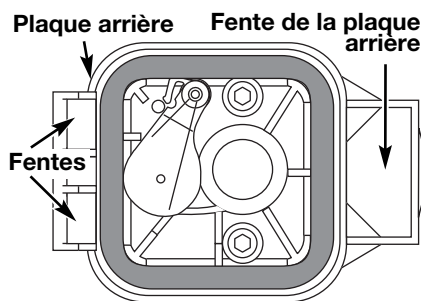

Fig. 31
6. Remplacez le filtre (Fig. 31).
7. Réinstallez le couvercle du filtre à air. Placez les crochets à gauche du filtre à air dans les fentes à gauche de la plaque arrière (Fig. 31).